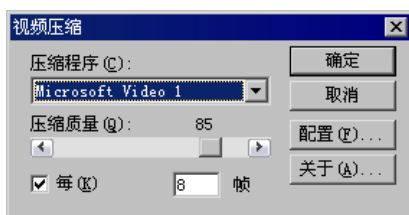
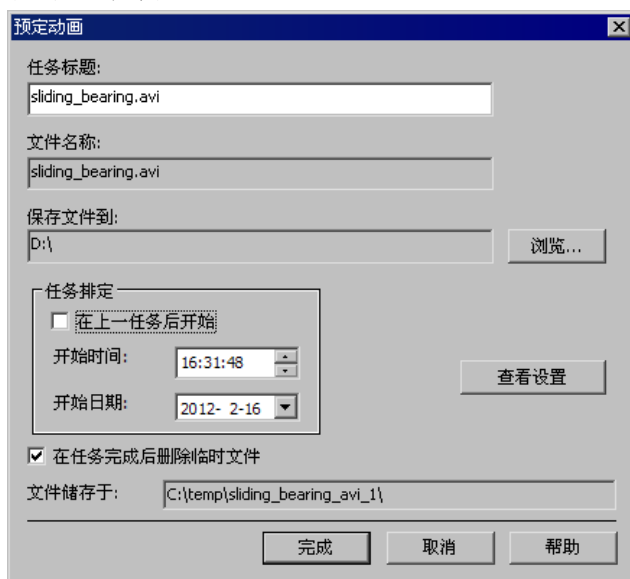

图 9.3.2 “视频压缩”对话框
图 9.3.3 “预定动画”对话框
- **时间排定(H):** 单击此按钮，系统会弹出“视频压缩”对话框，如图 9.3.2 所示（通过“视频压缩”对话框可以设定视频文件的压缩程序和质量，压缩比例越小，生成的文件也越小，同时，图像的质量也较差）。在“视频压缩”对话框中单击按钮，系统弹出“预定动画”对话框，如图 9.3.3 所示。在“预定动画”对话框中可以设置任务标题、文件名称、保存文件路径和开始/结束时间等。